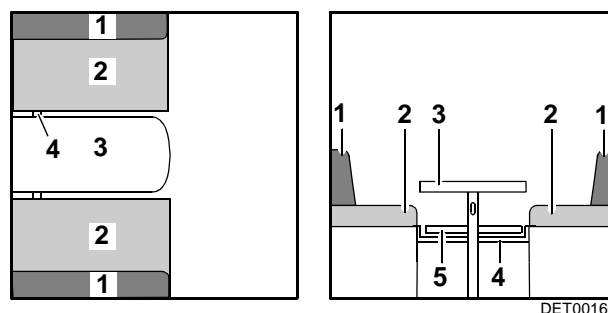

Fig. 58 Avant la transformation
- Convertir la table (Fig. 58,3) en sommier de lit (voir paragraphe 7.7).
- Insérer la baguette (Fig. 58,4) ou tirer vers le centre. La baguette est positionnée correctement si elle maintient le plateau de table directement derrière le pied de table.